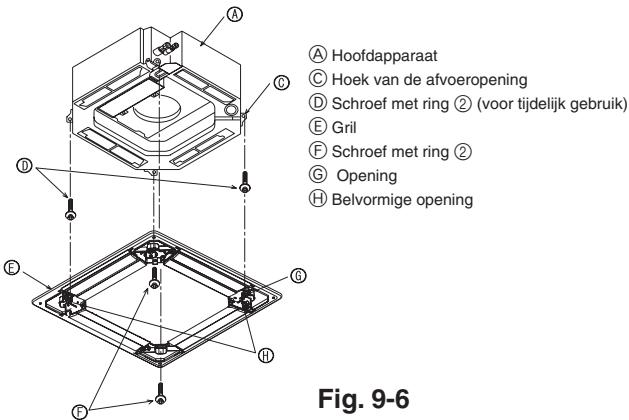
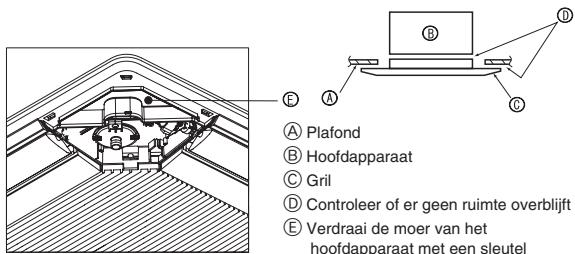

Fig. 9-6
Fig. 9-7
9.4.2. Tijdelijke installatie van de grill (Fig. 9-6)
- Zet de grill tijdelijk vast met behulp van de belvormige openingen, door de hoek van de afvoeropening van het hoofdapparaat op een lijn te brengen met de opening van de grill die is aangegeven met ⑥.
9.4.3. Vastzetten van de grill (Fig. 9-7)